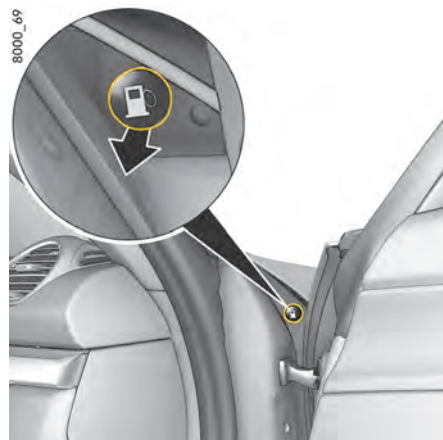

図 191: 緊急時のフィラーフラップの操作
2. 助手席ドア開口部にあるボタン (図.191) を引いてください。